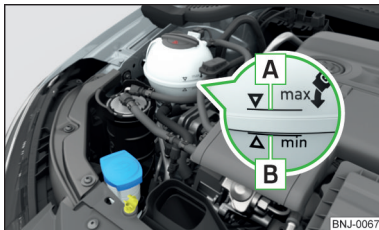

Fig. 148
Denumirea lichidului de răcire este menționată pe vasul de expansiune a lichidului de răcire » fig. 148 la pagina 159.
- Nu adăugați lichid de răcire deasupra marcajului **A** » fig. 148 la pagina 159.
## Vasul de expansiune a lichidului de răcire » fig. 148
➤ Verificați nivelul lichidului de răcire la vasul de expansiune al lichidului » fig. 148.
Când motorul este cald, rezultatul verificării poate fi inexact. Nivelul se poate afla chiar și peste marcajul **A** » fig. 148.